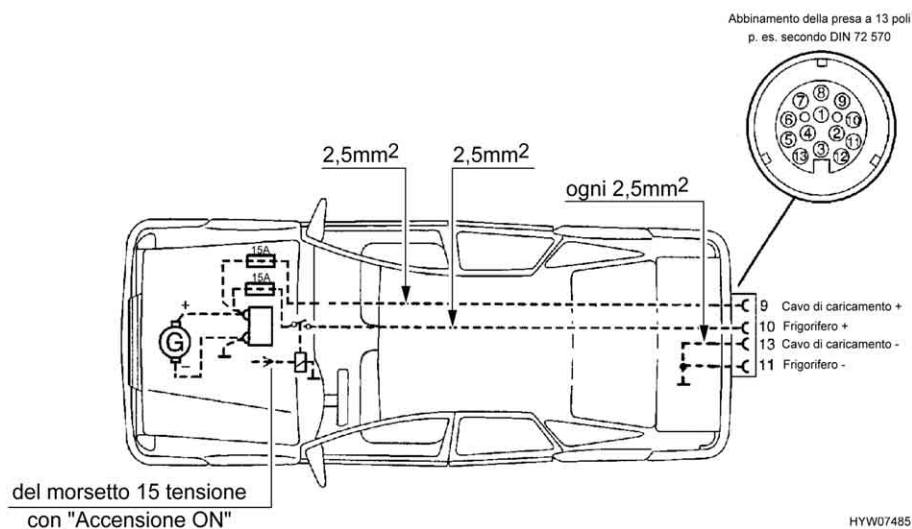

Fig. 77 Installazione per veicolo trainante (pacchetto autarchico)
- ▷ Attrezzare la motrice con le sezioni di cavo relative e con un relais per l'alimentazione elettrica (comandata tramite accensione) (vedi Fig. 77).